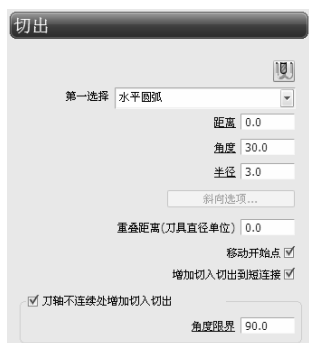

图 3-106 “切入”选项卡
1) 选择“切入”选项，选择“水平圆弧”切入方式，设置“距离”为 0.0，“角度”为 30.0，“半径”为 3.0，如图 3-106 所示。